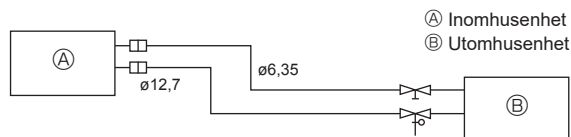

Fig. 5-2
(1) Tabellen nedan visar specifikationer för vanliga rör. (Fig. 5-2)